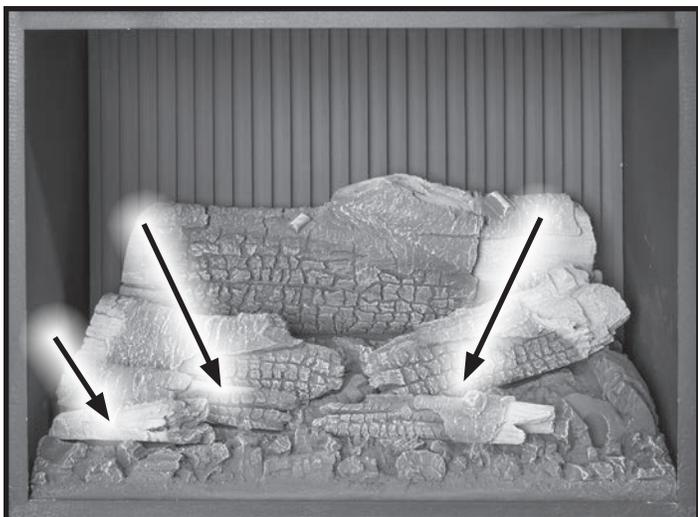

Figure 47. Bûches d'en avant
5. Installer les trois bûches d'avant comme illustré à la Figure 47. Remarque l'emplacement des encoches sur le dos de la consigne. Les dépressions dans le lit d'emberes et les bûches permettre que tous soit installé que d'une seule façon.